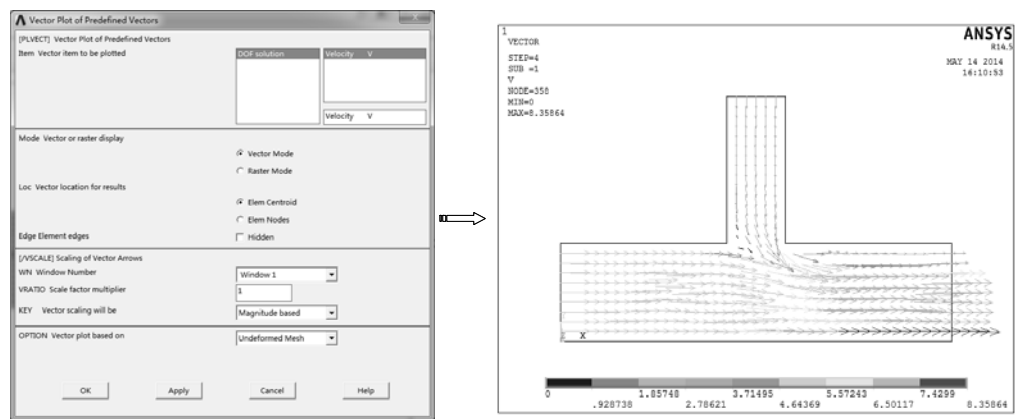

图 10-74 流场速度分布图
- 2) 绘制流场速度分布图。选择 “Main Menu>General PostProc>Plot Results>Vector>Predefined” 命令，弹出“Vector Plot of Predefined Vectors”对话框，选择“DOF solution>Velocity V”选项，单击 “OK” 按钮绘制流场速度分布图，如图 10-74 所示。